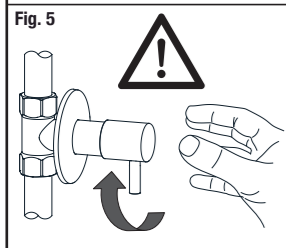

Fig. 5
- 1) Cierre las llaves de entrada de agua fría y caliente (Fig. 5).
- 1) Shut off hot and cold water supply (Fig. 5).
- 1) Fermez l'entrée générale d'eau froide et d'eau chaude (Fig. 5).